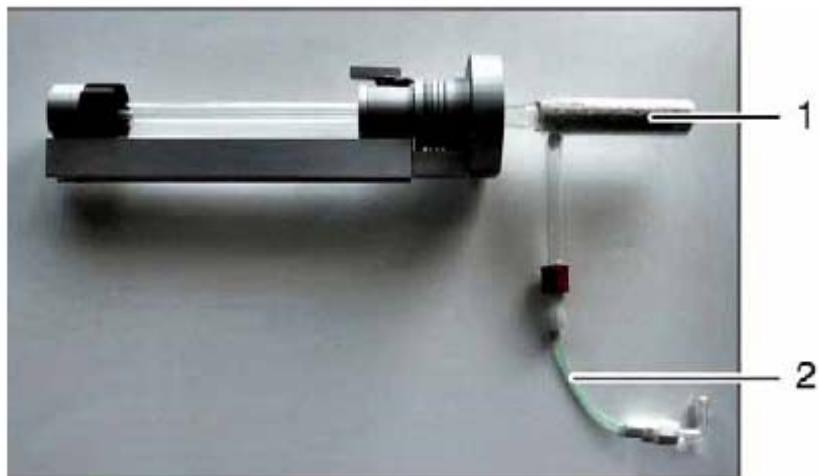

图 100 插入反应管
7. 将填充的反应管往固体测定模块中的内环推，直到听到咔嗒声（图 100）。